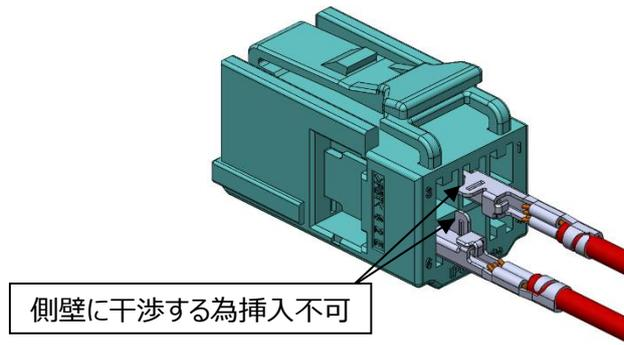

図 27.メスハウジング端子誤挿入
⑤ 図 27 に示すように、正規の向き以外では、端子はハウジングコアホールに挿入できません。
- ① 端子を正規の向き以外で挿入しないで下さい。無理に入れると、破損、変形の恐れがあります。また、端子を誤挿入するとメスハウジングのコアホールに挿入できません。(図 27 参照)
- ② 端子挿入後、電線を強く引張らないで下さい。